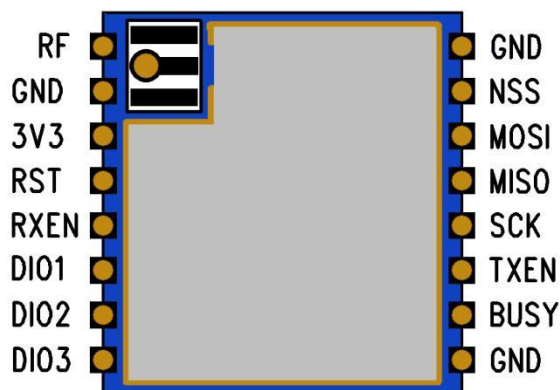

图 4. RC1268A 引脚定义图 (Top View)
- 2、允许回流焊次数：2次，基于以下回流焊(条件)(见图4)；
- 3、温度曲线：回流焊应按照下列温度曲线(见图4)；